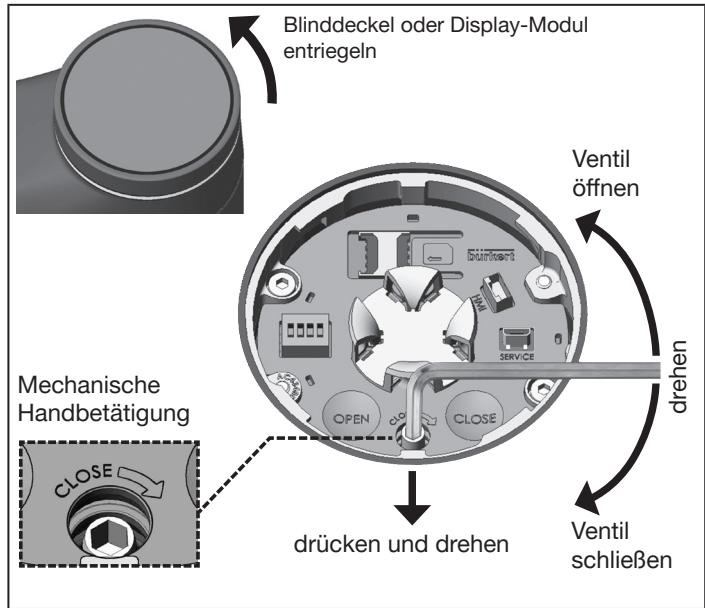
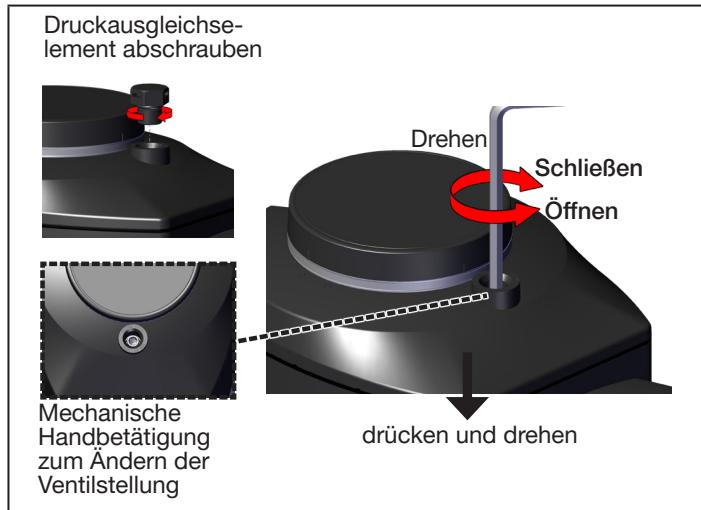

Abb. 33: Mechanische Handbetätigung AG2
Abb. 34: Mechanische Handbetätigung AG3
- Mit leichtem Druck die mechanische Handbetätigung einkuppeln und dabei gleichzeitig den Innensechskantschlüssel drehen (siehe „Abb. 33“ und „Abb. 34“).